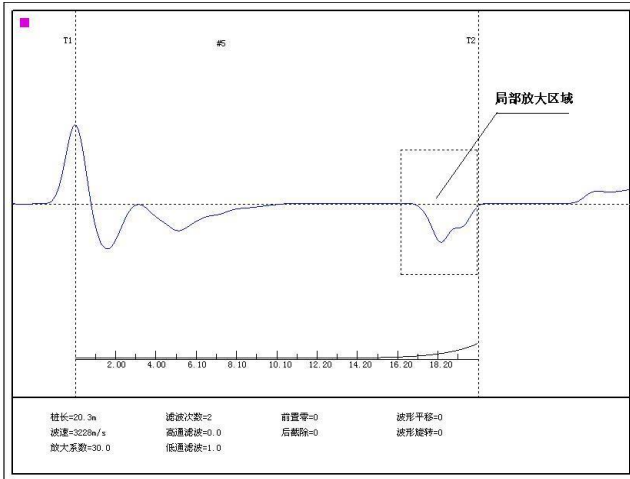

图 1-16
- 19、局部放大：首先用户选择**编辑**—**局部放大**后，用鼠标拖拉方式在图形上选择需要放大的区域，然后用键盘上的**↑**或**↓**键来对选定区域内的波形进行放大、缩小。需要指出的是，用户看到的放大、缩小后的波形是先放大后滤波得到的波形。（如图 1-16 所示）。鼠标再次点击菜单项或工具栏相应按钮，或鼠标右键取消操作。